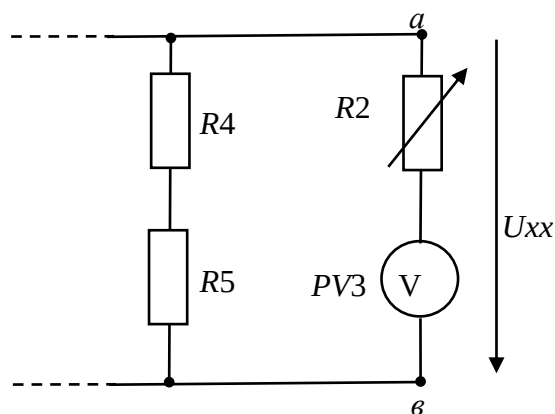

Рис.8
10. Проведите опыт холостого хода. Для этого ампервольтметр, измеряющий ток I_2 используйте в качестве вольтметра (PV_3), выполнив для этого необходимые настройки и переключения (рис.8). Включите электропитание. Выполните измерение напряжения холостого хода $U_{хх}$ Результаты занесите в табл. 6. Выключите электропитание модулей.